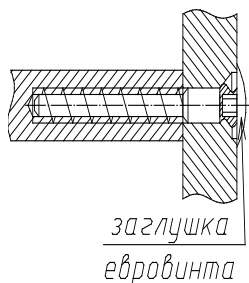
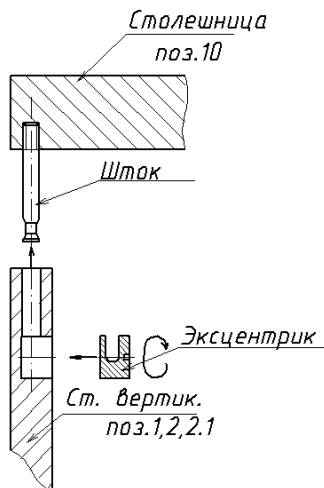
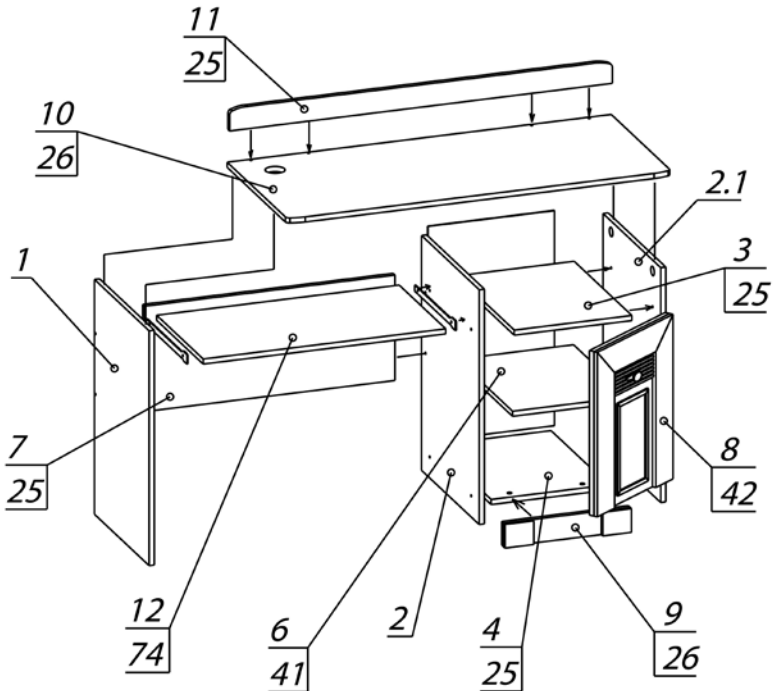

Рис.1
Рис.2
Рис.3
1. Собрать стол по схеме сборки (рис.3) с помощью евроинтов (рис.1) и стяжек эксцентриковых (рис.2) предварительно установив планки роликовых направляющих на стенки вертикальные (поз.1 и 2).